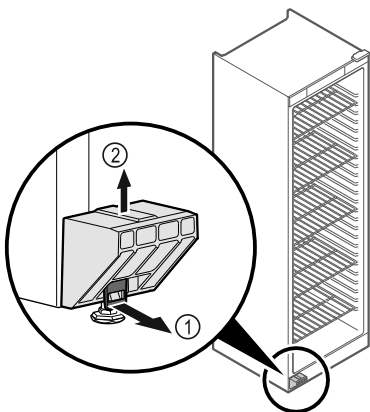

Fig. 1
- Tirar hacia delante la lengüeta Fig. 1 (1).
- Quitar hacia arriba la protección para el transporte Fig. 1 (2).